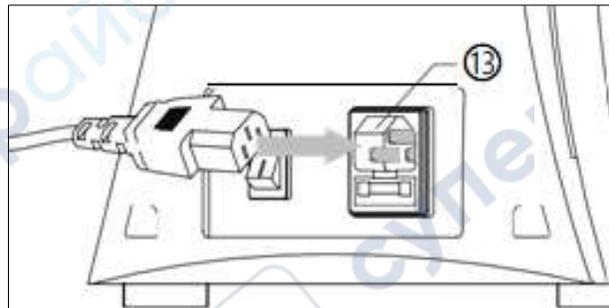
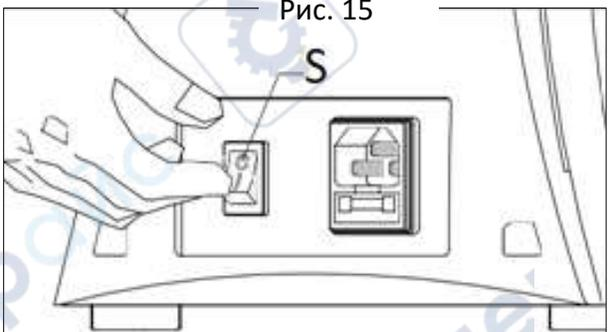

Рис. 15
Рис. 16
(Рис. 15) Напряжение питания должно соответствовать номинальному входному напряжению. Подключите кабель питания к входному разъёму электропитания прибора.
(Рис. 16) Включите переключатель электропитания (S) переводом его в положение «I». Вращением ручки настройки яркости подсветки (M) настройте яркость в поле наблюдения.
После использования выключите питание (переключите на сторону "о", Рис. 16), выдерните вилку из розетки (Рис. 15). Если использовалось масло, необходимо очистить объектив и препарат. Наконец, прибор следует накрыть пылезащитным чехлом.